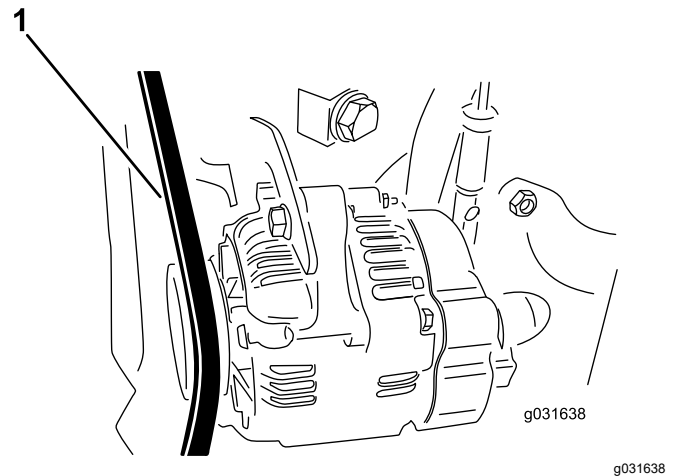

Bild 61
2. Wenden Sie eine Kraft von 30 N zwischen den Riemenscheiben auf den Lichtmaschinenriemen an (Bild 61).